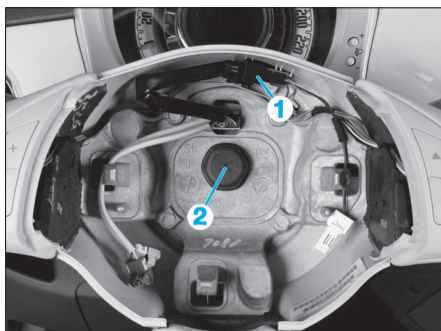

Fig. 1
- Débrancher le connecteur (1) (Fig.1).